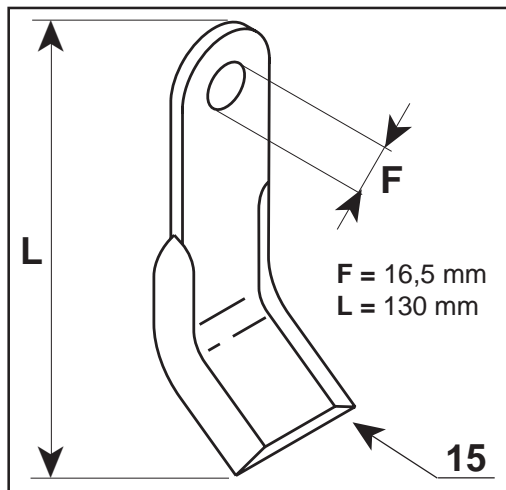

Fig. 19
- Il foro (F Fig. 19) del perno non deve essere ovalizzato oltre 2 mm dal diametro originale.
- La lunghezza (L Fig. 19) del coltello non deve essere ridotta oltre 130 mm.
- *The hole (F Fig. 19) of the pin must not become ovalized more than 2 mm in respect of its original diameter.*
- *The length of the blade (L Fig. 19) must not be reduced more than 130 mm.*
- Die Bolzenöffnung (F Abb. 19) darf um nicht mehr als 2 mm über ihren Originaldurchmesser abgeflacht werden.
- Die Länge des Messers (L Abb. 19) darf um nicht mehr als 130 mm gekürzt werden.
- *Le trou (F Fig. 19) du goujon ne doit pas présenter une ovalisation de plus de 2 mm par rapport au diamètre original.*
- *La longueur (L Fig. 19) de la lame ne doit pas être réduite de plus de 130 mm.*
- El agujero (F Fig. 19) del perno no tiene que ser ovalado más de 2 mm. del diámetro original.
- La longitud (L Fig. 19) de la cuchilla no tiene que reducirse más de 130 mm.